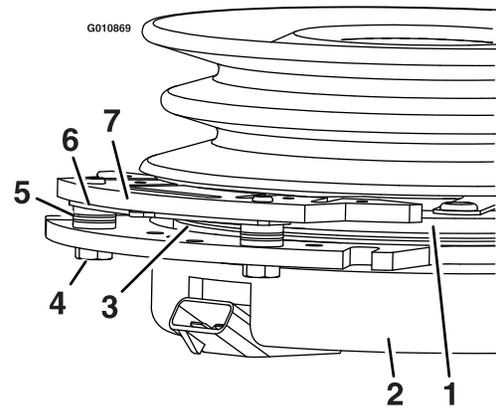

**Figura 65**
3. Retire el tapón guardapolvo de la rueda giratoria y apriete la contratuerca (Figura 65).
4. Apriete la contratuerca hasta que las arandelas de muelle estén planas, luego afloje 1/4 de vuelta para establecer la pre-carga correcta de los cojinetes (Figura 65).
**Importante:** Asegúrese de que las arandelas de muelle están correctamente instaladas, según se muestra en Figura 65.
5. Coloque el tapón guardapolvo (Figura 65).